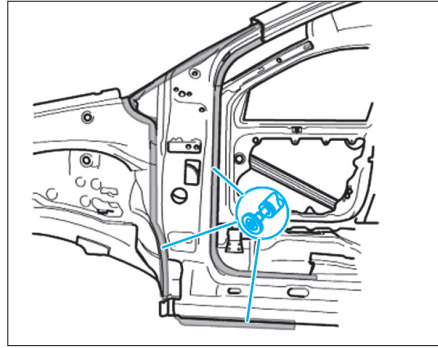

FIG. 39
- Extraire le montant A et enlever les morceaux restants (Fig.39).